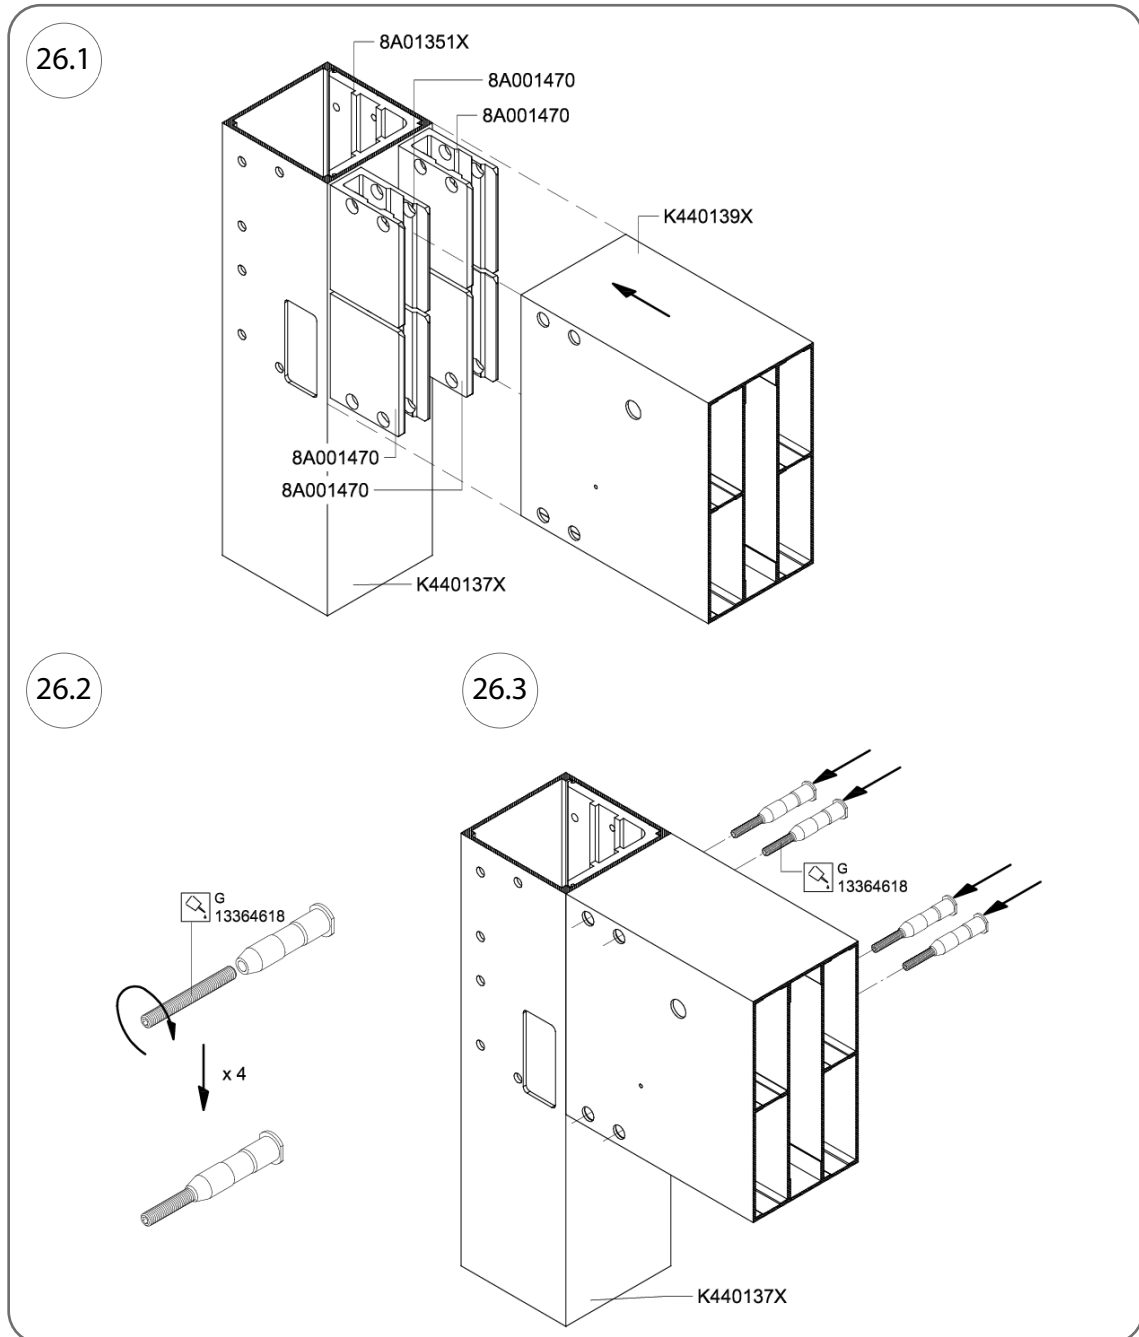
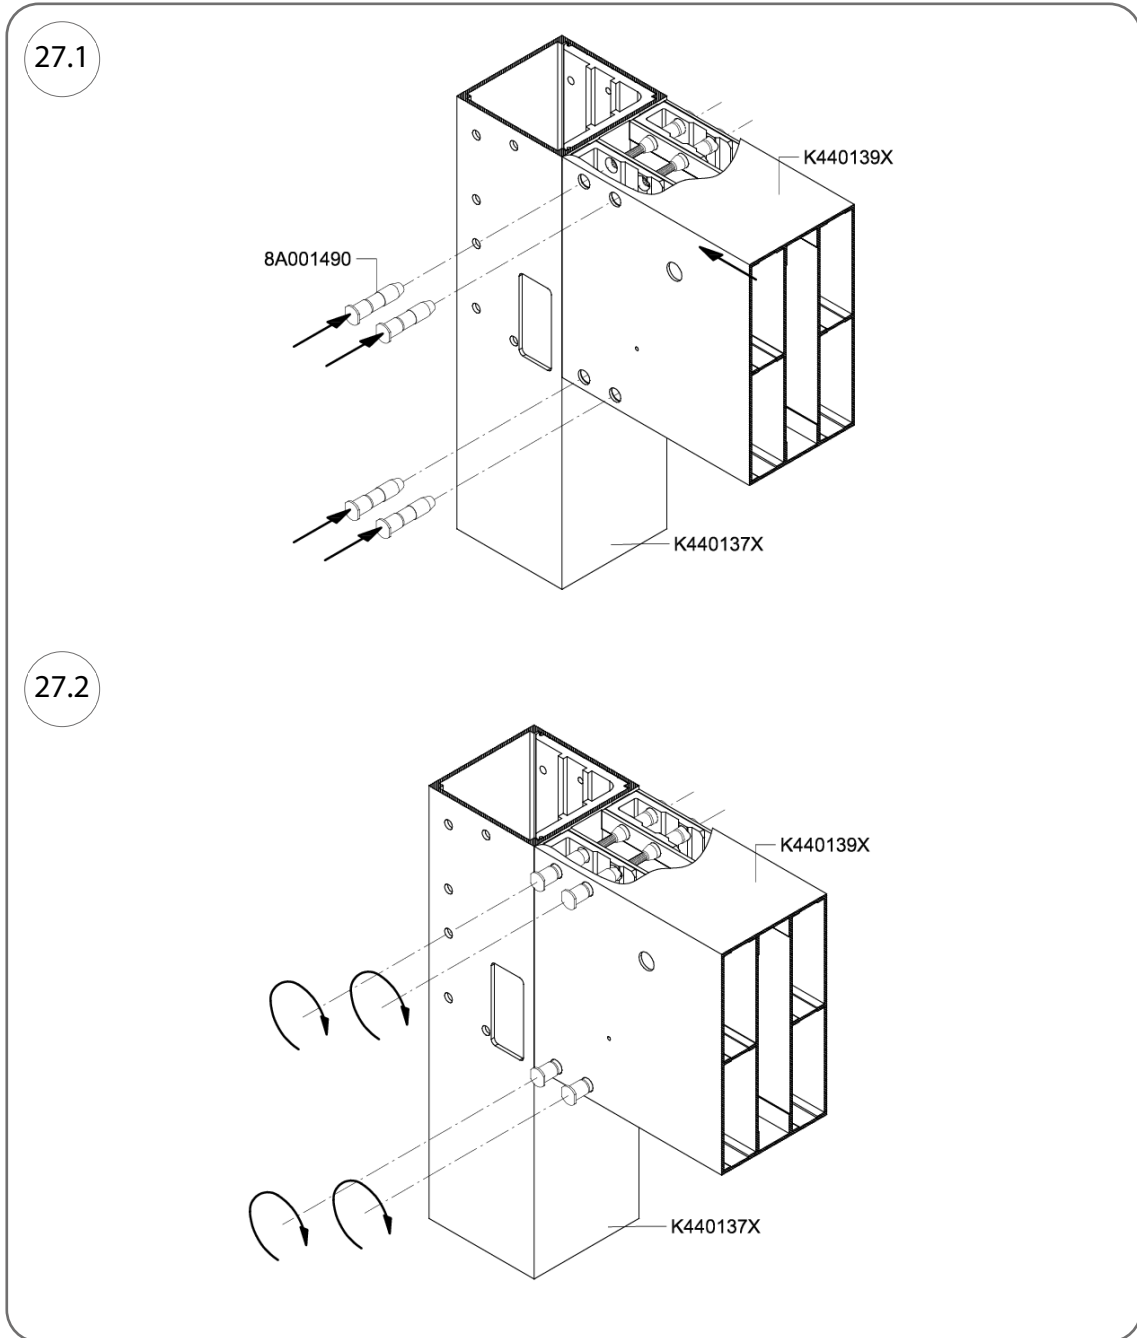

Рис. 26
Рис. 27
1. Щоб здійснити з'єднання, насуňte проміжну крокву (кат. № K440139X) на з'єднувачі (кат. № 8A001470) і через двосторонні отвори в профілі крокви вставте 4 комплекти штифтів для проміжної крокви (кат. № 8A001490X), а потім з'єднайте дві частини штифта гвинтами (як показано на рис. 26 та рис. 27, операція № 27.2).